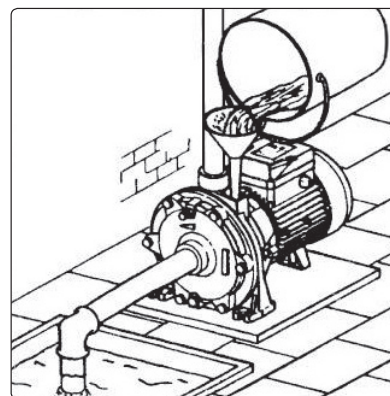

Abb. 6
- **Vor der Inbetriebnahme der Pumpe muss Wasser in den Pumpeneinnenbereich aus einem Behälter gefüllt werden, damit die Pumpe beim Start nicht trocken läuft, siehe Abb. 6. Der Pumpenbetrieb ohne Wasser beschädigt die Dichtung der Antriebswelle im Pumpenbereich. Im die Pumpe mit Wasser zu befüllen, schrauben Sie die Mutter auf dem oberen Teil des Pumpenbereichs ab (Abb. 4, Position 2) und gießen Sie über einen Trichter sauberes Wasser in den Pumpeneinnenbereich. Danach schließen Sie die Öffnung mit der Mutter. Der Saugschlauch muss nicht mit Wasser gefüllt werden.**